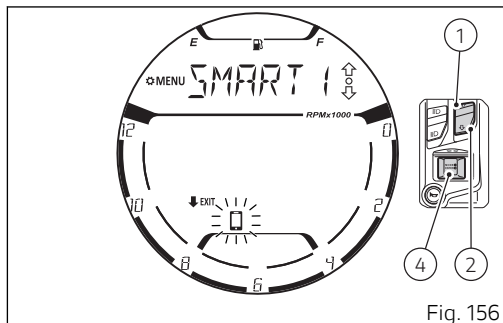

Fig. 156
En el display permanece visualizado el nombre del dispositivo seleccionado de la lista anterior y parpadea el símbolo smartphone "☎" (Fig. 156). Con los pulsadores (1) y (2) es posible desplazar en secuencia los símbolos relativos al tipo de dispositivo en el siguiente orden: